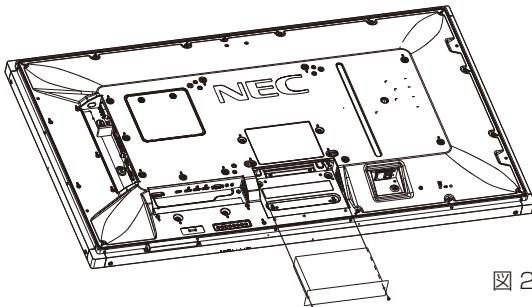

図2
5. オプションボードをセットします。取り外したネジで固定します(図2)。
(図2)